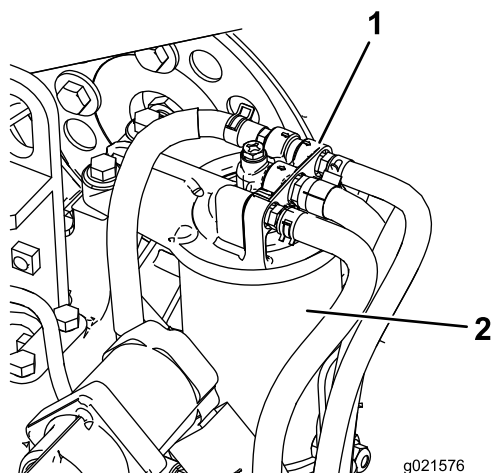

Рисунок 76
1. Очистите поверхность вокруг головки топливного фильтра (Рисунок 76).
2. Снимите фильтр и очистите монтажную поверхность головки фильтра (Рисунок 76).